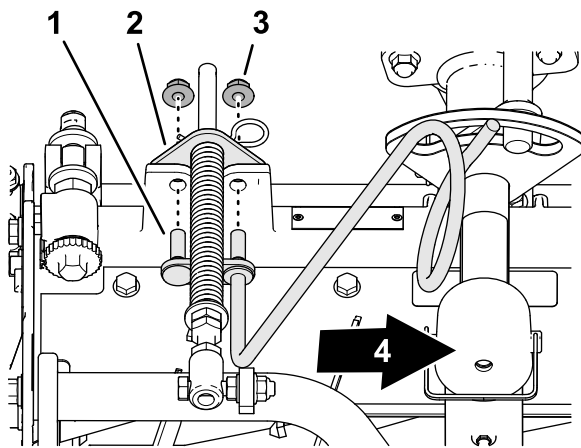

図 14
3. 右側ホースガイドのスタッドを、カッティングユニットのフレームの穴とターフ補正器の穴に合わせて取り付ける 図 14。